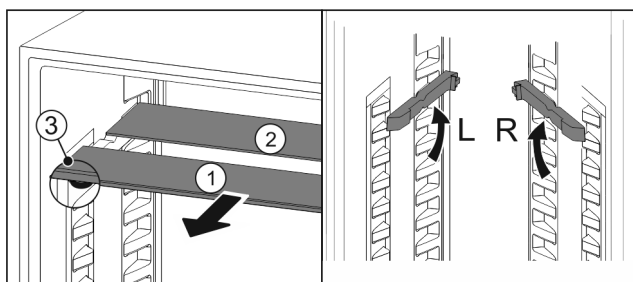

Fig. 84
- Vytiahnite sklené dosky jednotlivo dopredu Fig. 84 (1).
- ▶ Sklená doska Fig. 84 (1) s ozdobnou lištou leží vpredu.
- ▶ Zarážky Fig. 84 (3) ukazujú nadol.